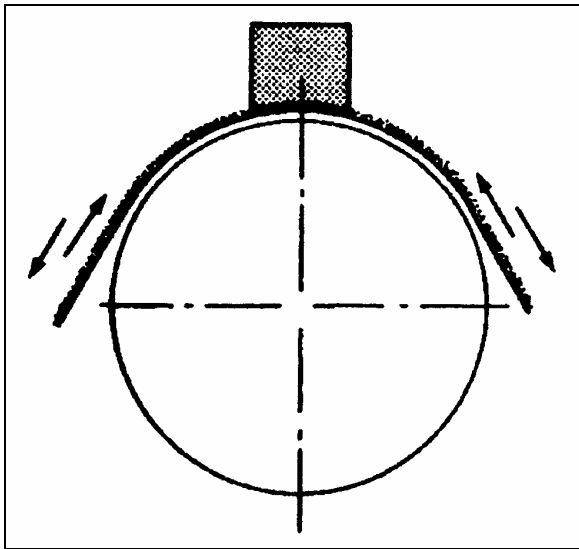
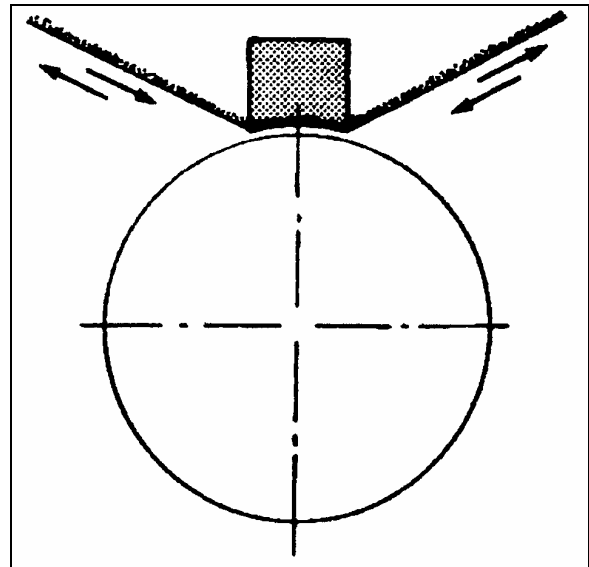

FIGURE 2
FIGURE 3
- a. Le rodage à la toile abrasive grain moyen (papier sablé) (grain 60) appliqué sur une partie du collecteur à la main. Les balais neufs mis en place dans leur porte-balai et appuyant sur la toile, on fait osciller le rotor jusqu'au rodage complet des faces frottantes (Voir figure 2). Il faut éviter de lever la toile sous les balais ce qui conduirait, après rodage, à des surfaces trop réduites et mal définies (Voir figure 3).